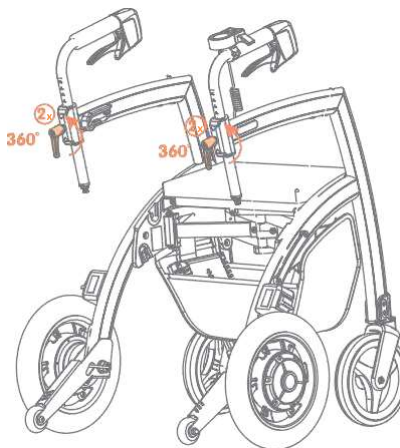
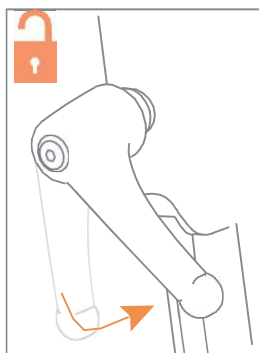

Figura 19: Afloje las manetas de ajuste.
Figura 20: Girar en sentido contrario a las agujas del reloj.
- Afloje las manetas de ajuste en las empuñaduras en sentido contrario a las agujas del reloj (**Figura 19**) y (**Figura 20**).